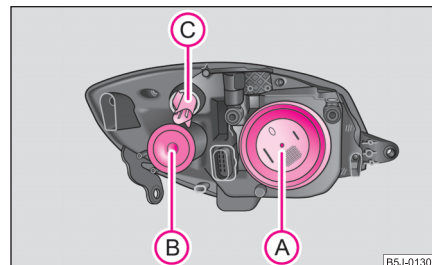

Fig. 174 Farurile din față: Poziția becurilor
Poziția becurilor în farurile din față ⇒ fig. 174.
- Scoateți capacul de protecție (A) ⇒ pagina 209, fig. 174.
- Rotiți dulia becului (C) spre stânga ⇒ pagina 209, fig. 174 și scoateți dulia împreună cu becul.
- Scoateți capacul de protecție (B) ⇒ pagina 209, fig. 174.